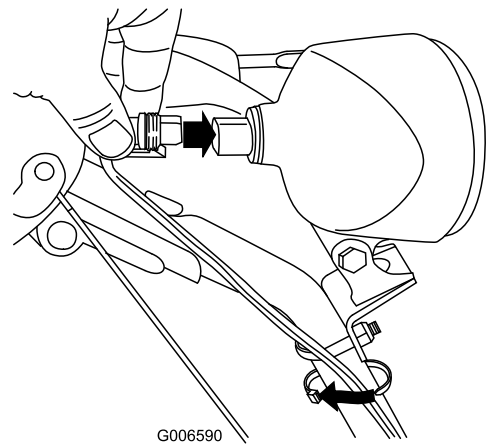

Рисунок 66
6. Вставьте соединитель в тыльную часть фары и надежно закрепите его (Рисунок 66).